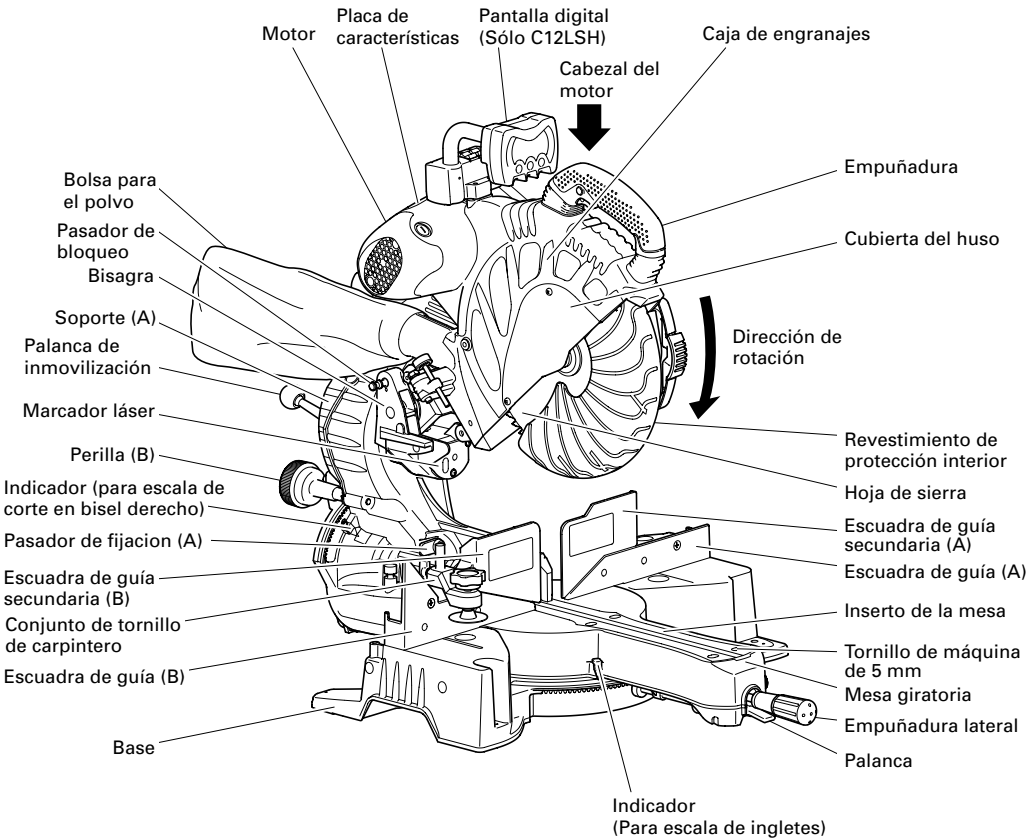
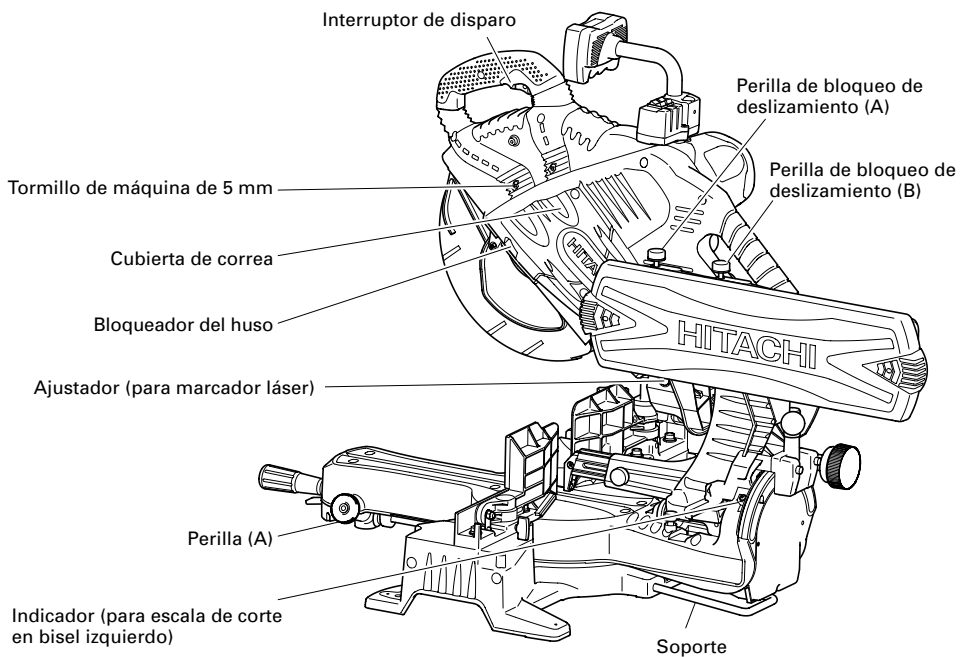

Fig. 1
Fig. 2
Fije la bolsa para el polvo y el conjunto de tornillo de carpintero como se indica en la Fig. 1 y Fig. 2.
6. Antes de utilizar la herramienta, confirme la posición del bloqueador del huso. Después de haber instalado la hoja de sierra, confirme que el bloqueador del huso está en posición de retraída antes de utilizar la herramienta eléctrica (consulte la Fig. 2).